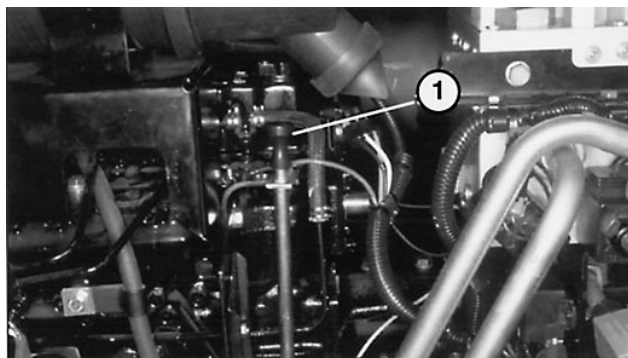
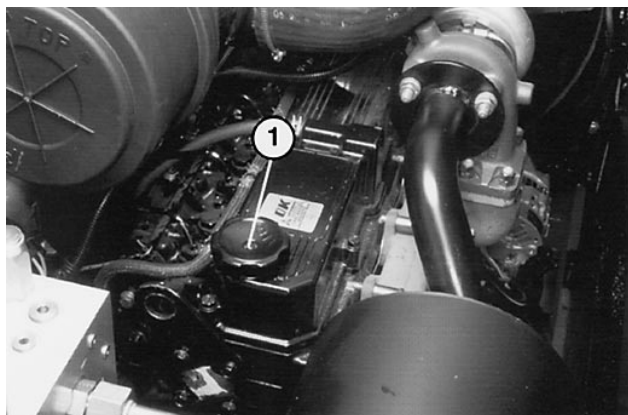

Figure 3
Figure 4
3. Sortir la jauge de niveau et l'essuyer sur un chiffon propre (Fig. 3). Revisser la jauge dans le goulot de remplissage et s'assurer qu'elle est enfoncée au maximum. Sortir la jauge du goulot de remplissage et vérifier le niveau d'huile. Si le niveau est bas, enlever le bouchon de remplissage (Fig. 4) et ajouter suffisamment d'huile pour faire passer le niveau au repère supérieur de la jauge. **NE PAS REMPLIR EXCESSIVEMENT.**